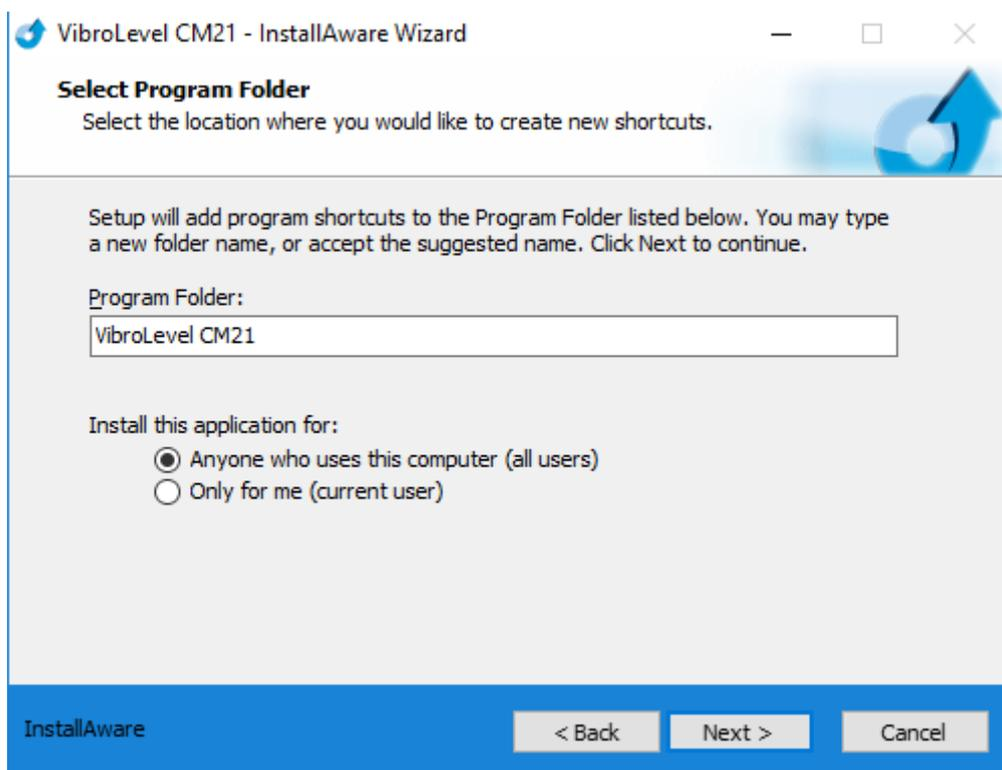

Рисунок 3.3
3. В окне, рисунок 3.3, выбрать политику использования программы из следующих вариантов: